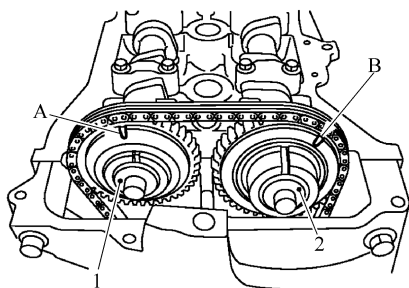

图 3-90 凸轮轴匹配标志位置
② 确认每个凸轮轴链轮匹配标记都处在图 3-90 所示的位置。
• 如果没有对齐的话，就再转动曲轴带轮一次，使匹配标记与图 3-90 中所示位置一致。